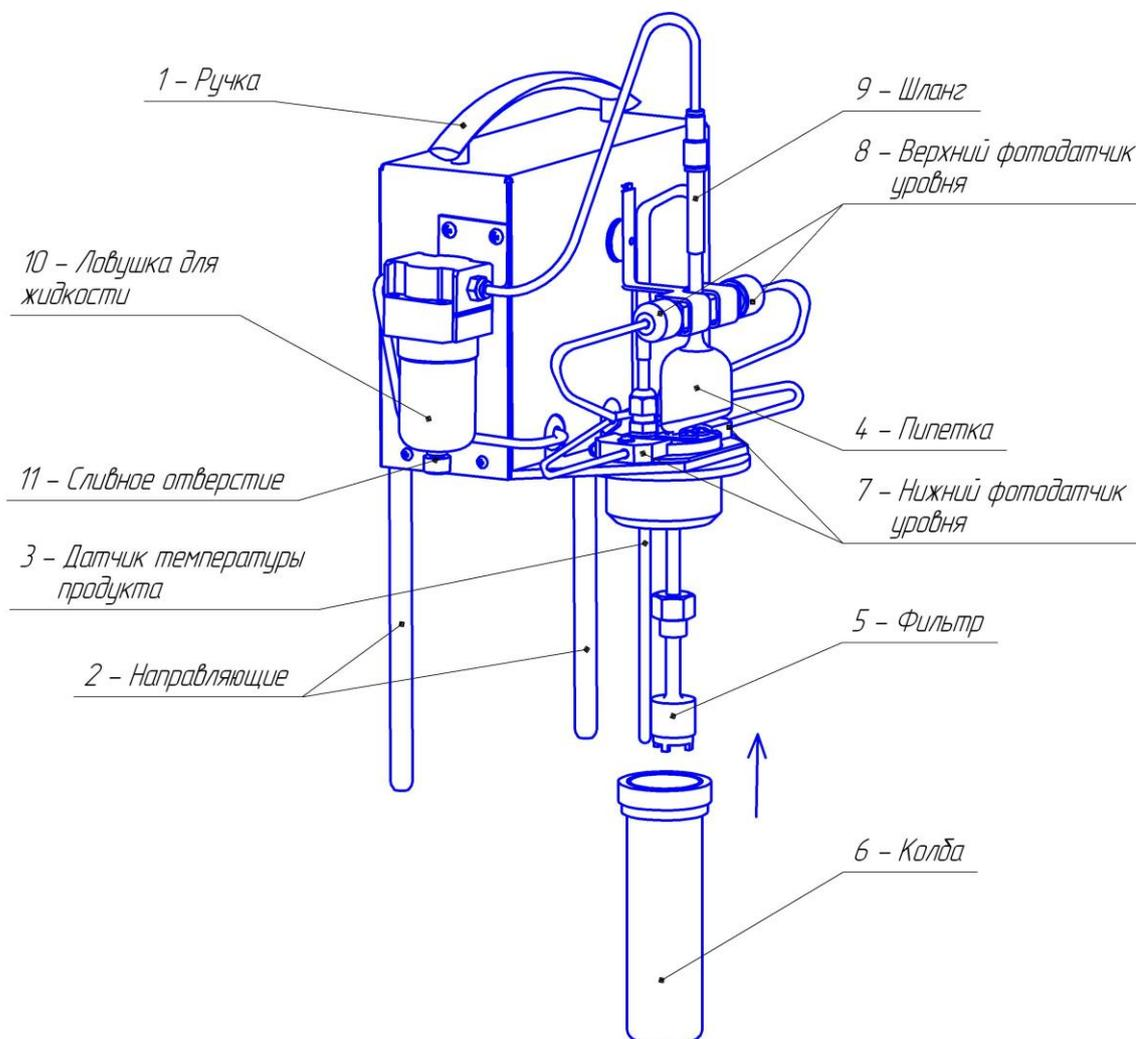

Рисунок 3 – Блок технологический
Блок технологический (рисунок 3) состоит из ручки 1, направляющих 2, датчика температуры продукта 3, пипетки 4, фильтра 5, колбы 6, нижнего фотодатчика уровня 7, верхнего фотодатчика уровня 8, шланга 9, ловушки для жидкости 10, сливного отверстия 11.
1. Если во время промывки жидкость попадает в ловушку для жидкости (рисунок 3), то необходимо немедленно закончить промывку.
2. Перед проведением испытания, промывкой, тестом датчика давления или сушкой убедиться в отсутствии жидкости в ловушке для жидкости (рисунок 3). Сливное отверстие должно быть закрыто.